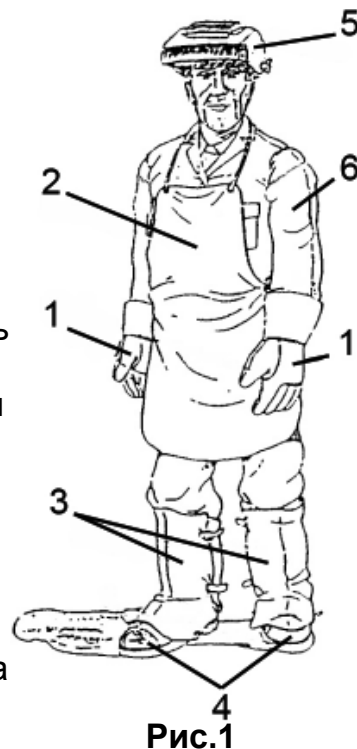

Рис.1
• Операторы и помощники должны защитить тело с помощью защитных закрытых негорючих костюмов, без карманов или отворотов. На одежде не должно быть никаких следов масла или густой смазки. Использовать одежду только с маркировкой CE, пригодной для дуговой сварки (рис. 1):